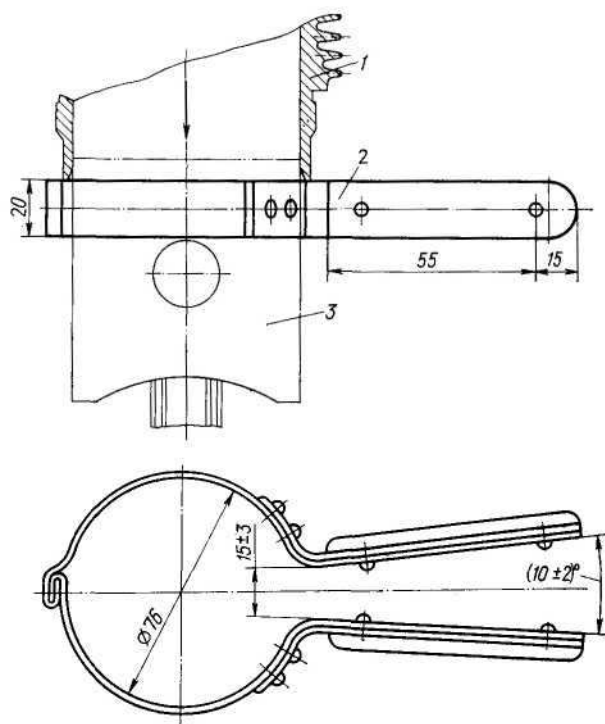
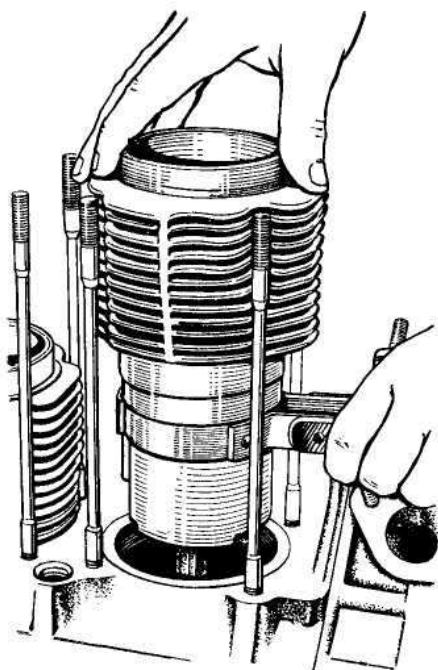

Рис. 62. Хомут для обжима поршневых колец: 1 — цилиндр; 2 — хомут; 3 — поршень с кольцами
Рис. 63. Постановка цилиндра на поршень
- Обожмите поршневые кольца на поршне специальным хомутом (рис. 62), наденьте цилиндры на поршни и установите их на место (рис. 63);